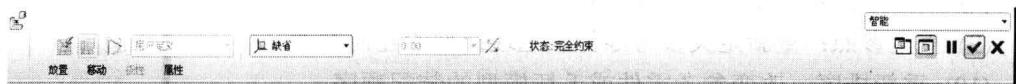

图 1-6 “元件放置”操控板
(3) 在“打开”对话框中选择原始零件的文件后，单击“打开”按钮，参考零件出现在画面上，同时弹出如图 1-6 所示的元件放置对话框。